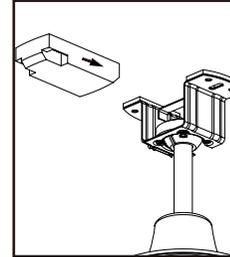

Fig1
1. Insérez le récepteur à distance dans le support de suspension. (Fig1)